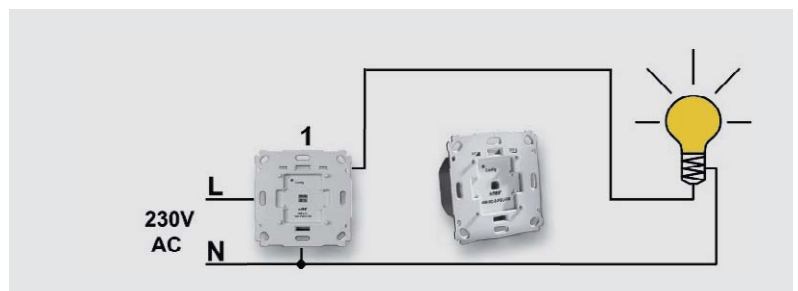

Bild 6: Wechselschaltung mit Homematic Funk-Schaltaktor für Markenschalter und Homematic Funk-Wandsender, 2fach, für Markenschalter, Batteriebetrieb
Lösung 2: Der netzversorgte Wechselschalter (1) wird durch den Funk-Schaltaktor für Markenschalter, Unterputz (2) ersetzt. Phase „L“ und Neutralleiter „N“ müssen permanent am Funk-Schaltaktor vorhanden sein. Der andere Wechselschalter (2) wird gegen einen Homematic Funk-Wandsender, 2fach, für Markenschalter, Batteriebetrieb (4) ausgetauscht (Bild 6). Eine der zuvor abgeklemmten korrespondierenden Leitungen wird fest am Schaltaktor sowie mit dem anderen Ende am Lampendraht angeschlossen (Farbgleichheit beachten!). Die andere korrespondierende Leitung wird isoliert „totgelegt“.